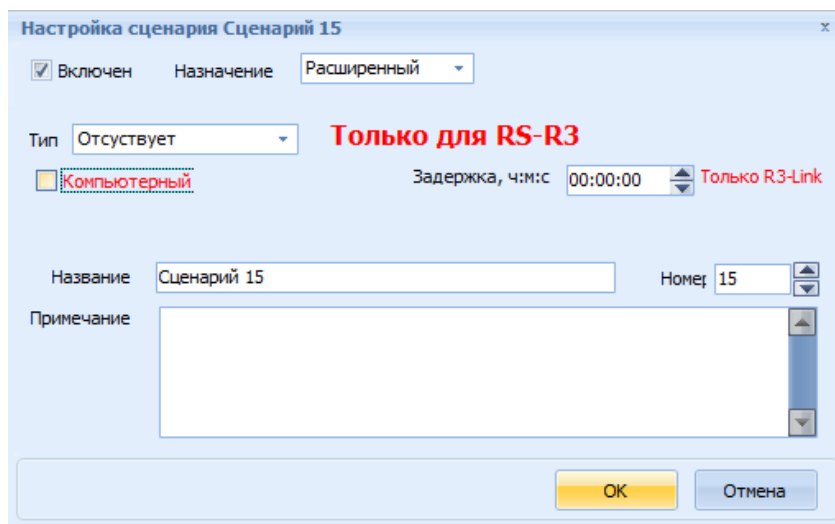

Рисунок 9.3 – Окно «Настройка сценария», Назначение «Расширенный»
– Расширенный сценарий (рисунок 9.3) – используется для автоматического управления исполнительными устройствами. Запускается автоматически при выполнении заданного условия включения. Используется для устройств RS-R3 (подключенных к прибору «Рубеж-2ОП» прот. R3). Название расширенного сценария выделяется в списке